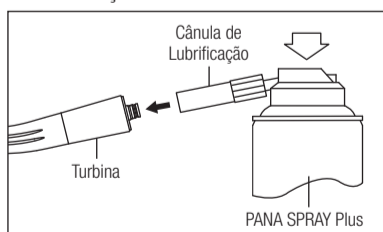

Fig. 11
- 3) Introduza a cânula de lubrificação na parte posterior da turbina. Segure na turbina e lubrifique durante aproximadamente 2 a 3 segundos. Aplique lubrificante até sair pela cabeça da turbina durante pelo menos 2 segundos. (Fig.11)
- 3) Lubrifique a turbina com NSK PANA SPRAY Plus (Fig.11,12) ou Care3 Plus.